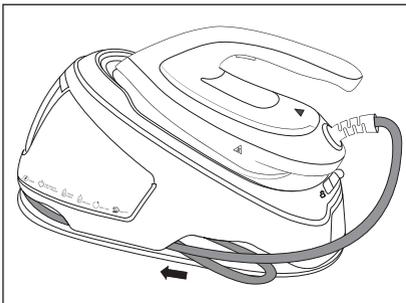

Fig. 9
- 5) Læg forsyningsslangen **16** sammen på midten, og skub den ind i opbevaringsrummet **8** på produktet (se fig. 9).